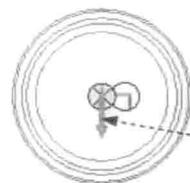

图 1.20 移除材料的方向
(4) 定义拉伸属性。在操控板中定义拉伸类型为 $\frac{1}{2}$ ，选择材料移除的方向类型为 $\frac{1}{2}$ ，选择图1.20中的箭头指向为移除材料的方向。